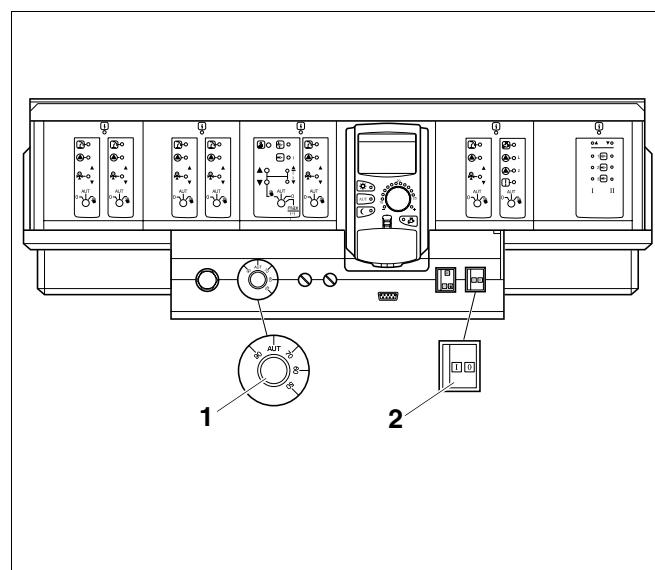

Рис. 3 Система управления Logamatic 4000
Включите отопительный котел на системе управления рис. 3. При включении системы управления запустите горелку в автоматическом режиме. Затем горелка может стартовать от системы управления. Дальнейшую информацию по этому вопросу Вы найдете в соответствующей инструкции по эксплуатации системы управления.
- Установите пусковой выключатель (рис. 3, **поз. 2**) в положение "I" (Вкл).
- Установите регулятор температуры котловой воды (рис. 3, **поз. 1**) в положение "AUT". Для поддержания постоянной температуры установите нужную температуру (минимум 65 °C).
- Установите пусковой выключатель (рис. 3, **поз. 2**,
- Установите пусковой выключатель на системе управления (рис. 3, поз. 2, стр. 7) в положение "0" (Выкл.).
- Спустя примерно три секунды переведите пусковой выключатель на системе управления (рис. 3, поз. 2, стр. 7) в положение "I" (Вкл.).